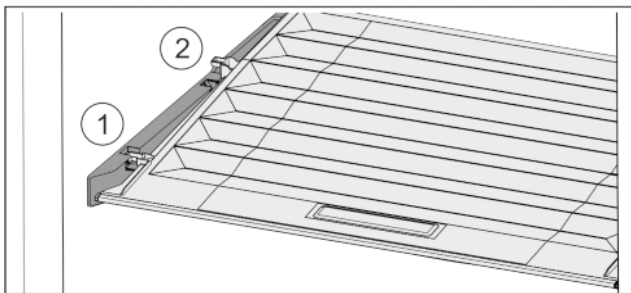

Fig. 28
- ▶ Кришку до отвору в деталях для підтримки потягнути вперед Fig. 28 (1).
- ▶ Підняти ззаду знизу та вийняти Fig. 28 (2) вгору.